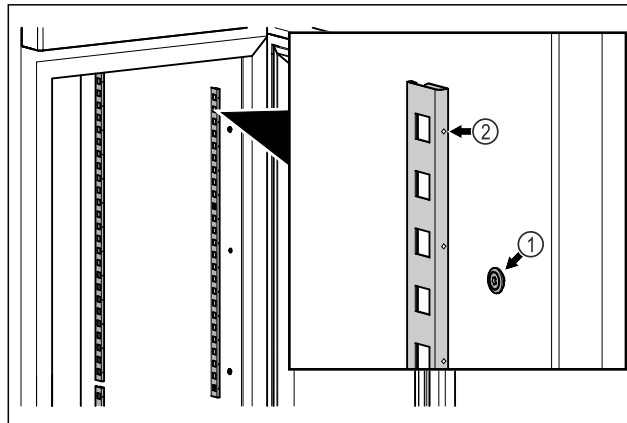

Fig. 83 Simbolična slika
- ▶ Zagozdne letve obesite na Fig. 83 (1) obešalni element. Oznaka Fig. 83 (2) mora biti obrnjena naprej.